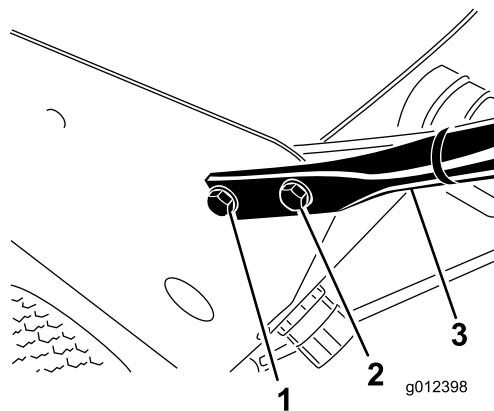

図 4
3. ハンドルをタンク・サポートに固定しているボルト（2本）、スペーサとナットを取り外す（図 4）。
4. 上の取り付け穴のうち適当な穴を選び、ハンドルの位置を決め、ボルト（2本）とナットでタンク・サポートに固定する（図 4）。